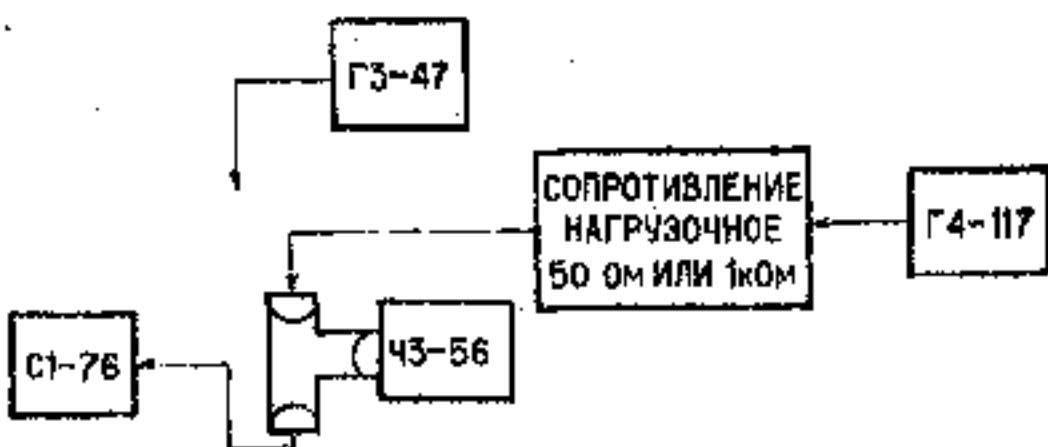

Рис. 6. Структурная схема соединения приборов для определения погрешности коэффициентов развертки
в) определение погрешности коэффициентов развертки производится методом сравнения показания осциллографа в образцового прибора — частотомера ЧЗ-56. Структурная схема соединения приборов показана на рис. 6.
- к осциллографу подключите измерительные приборы согласно рис. 6;